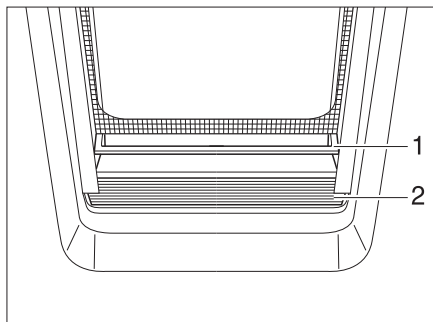

Fig. 47 Tendina oscurante pieghevole
- Afferrare la tendina oscurante pieghevole (Fig. 47,2) al centro della maniglia (Fig. 47,1), tirarla dal basso verso l'alto e rilasciarla all'altezza desiderata. La tendina oscurante pieghevole rimane a questa altezza.